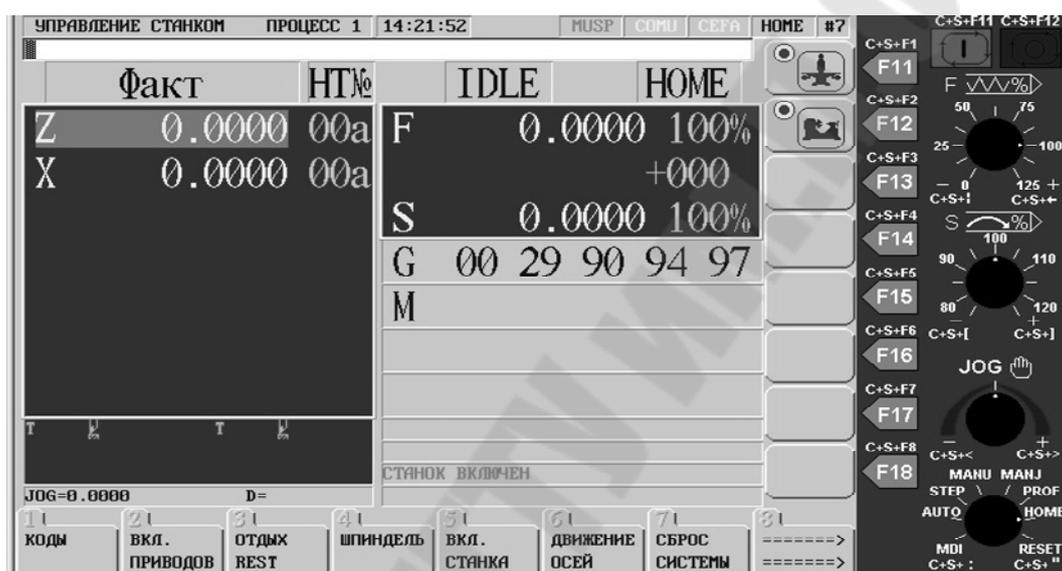

Рис. 7.1. Вывод осей в абсолютную систему станка
1. Включить станок, выбрать переключателем режимов работы режим «НОМЕ», выбрать сначала ось X, затем Y и вывести оси в 0 (нуль) абсолютной системы станка (рис. 7.1).